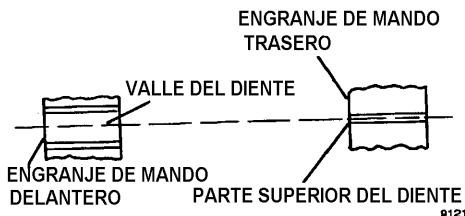

FIGURA 3-16. SINCRONIZACION DEL ENGRANAJE DE LA BOMBA
NOTA: Para asegurarse que la bomba de engranaje esté correctamente sincronizada durante el re-ensamblado, haga una marca en el extremo del eje de entrada para indicar la ubicación del valle entre dos dientes del engranaje. Consulte la Figura 3-16 que ilustra la sincronización de engranaje.
21. Monte el engranaje de mando trasero (1) y el engranaje de la rueda tensora (13). El engranaje de mando trasero debe estar sincronizado con el engranaje de mando delantero. Esto se cumple alineando un diente del engranaje de mando trasero con el valle de dos dientes del engranaje de mando delantero, como se muestra en la Figura 3-16.